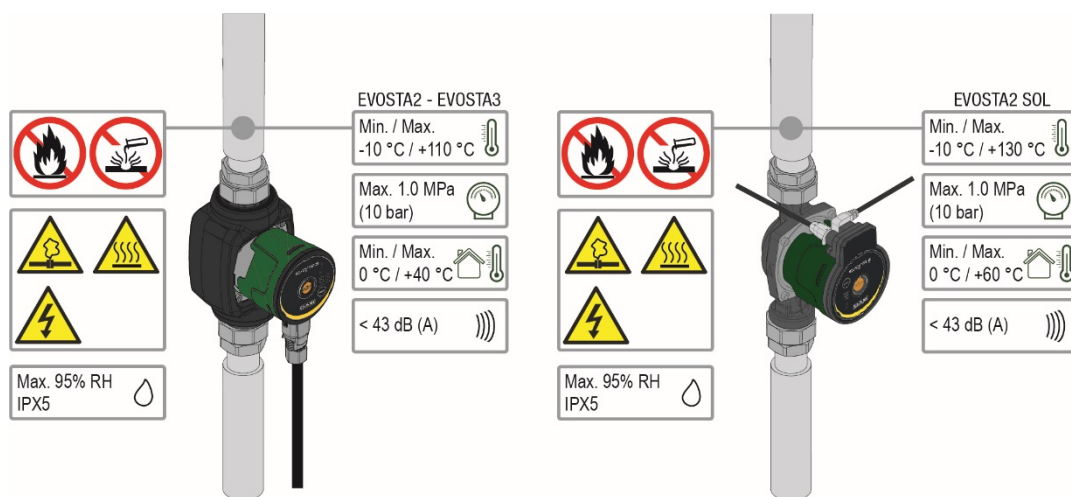

Fig. 1: Pumpemedier, advarsler og driftsbetingelser
Pilene på pumpehuset angiver strømningsretningen gennem pumpen. Se fig. 1, pos. A.
1. Monter de to pakninger når du monterer pumpen i røret. Se fig. 1, pos. B.
2. Monter pumpen med en vandret motoraksel. Se fig. 1, pos. C.